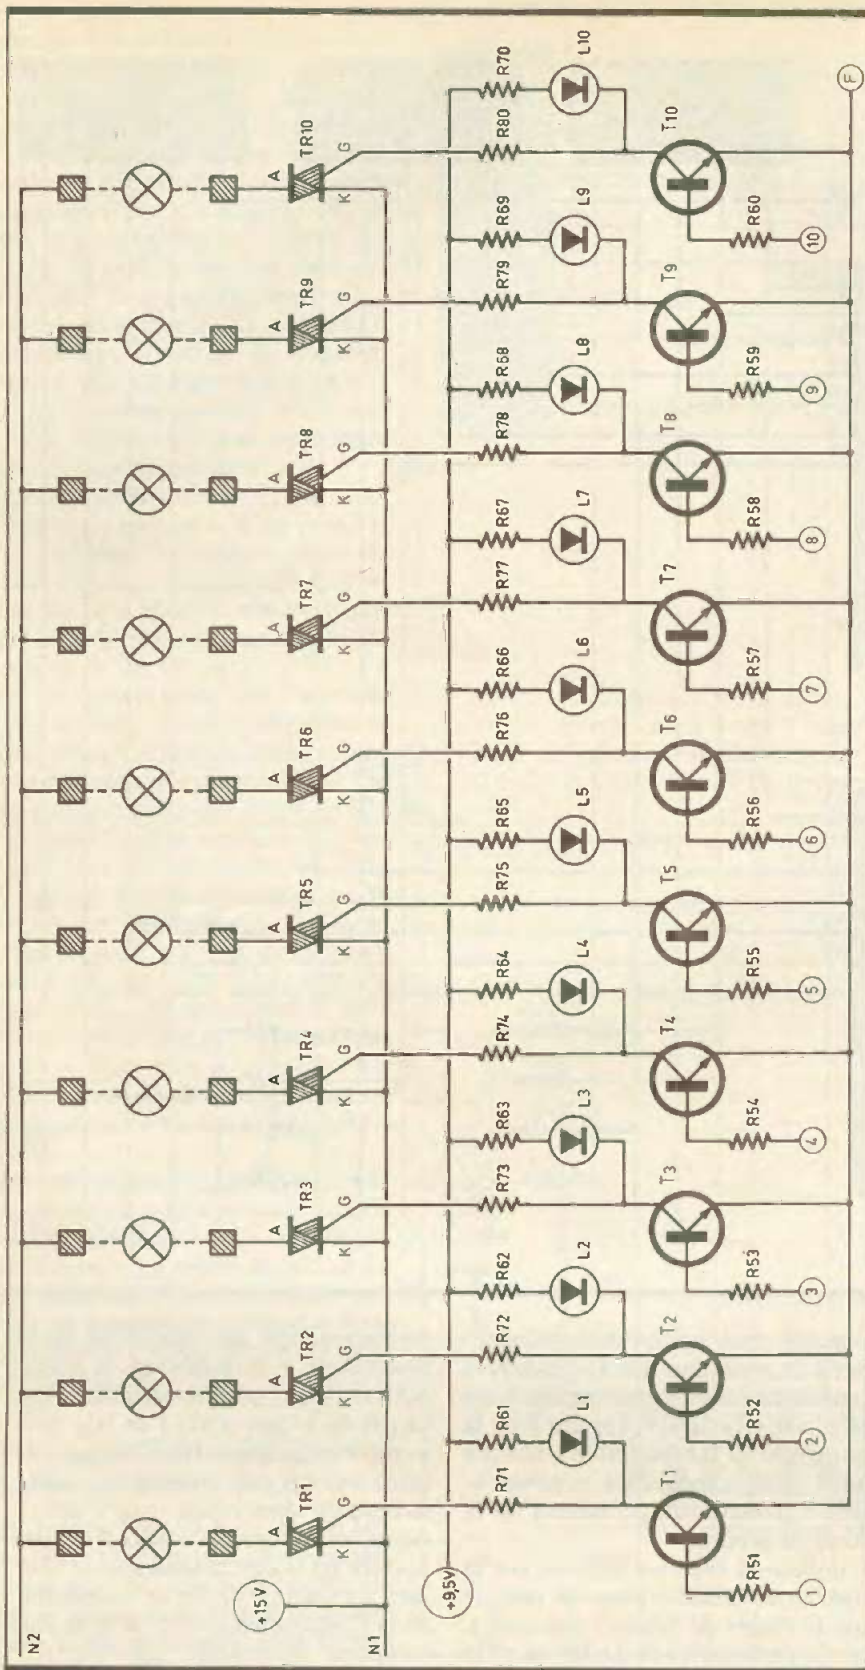

Fig. 6 Utilisation et circuit de puissance.
i) Lecture du programme et circuits d'utilisation (fig. 6)